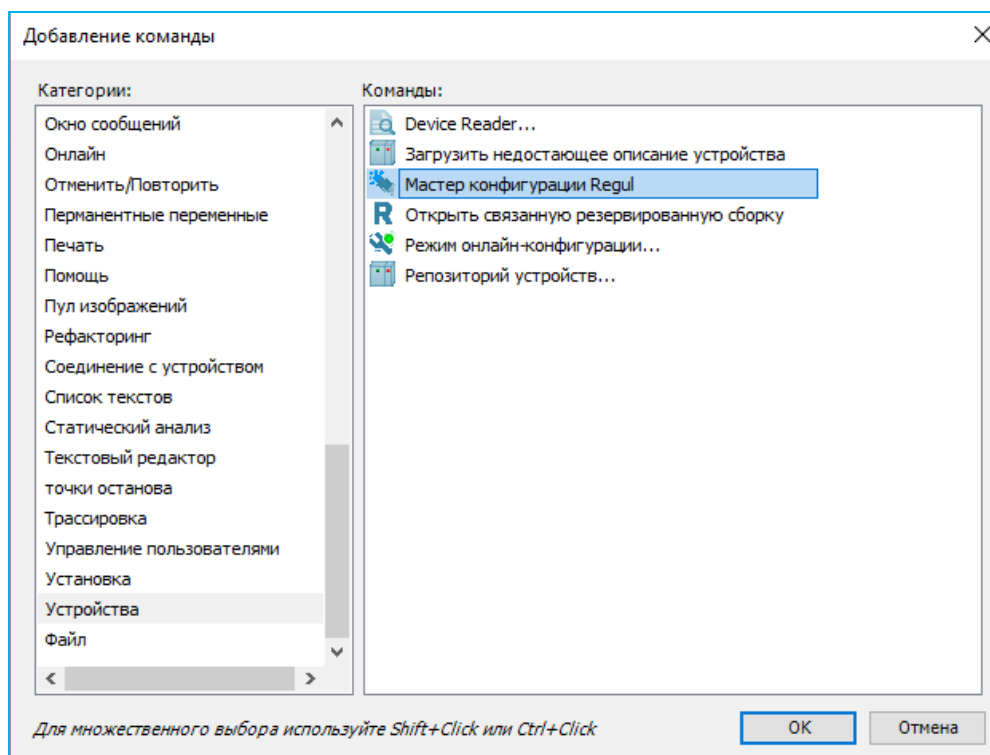

Рисунок 12 – Добавление команды на панель инструментов
- в левой части окна в блоке **Категории** выберите **Устройства**. В правой части окна в блоке **Команды** отобразятся все команды этой категории. Выберите команду **Мастер конфигурации Regul** (Рисунок 12) и нажмите кнопку **ОК**. В окне **Настройка** нажмите